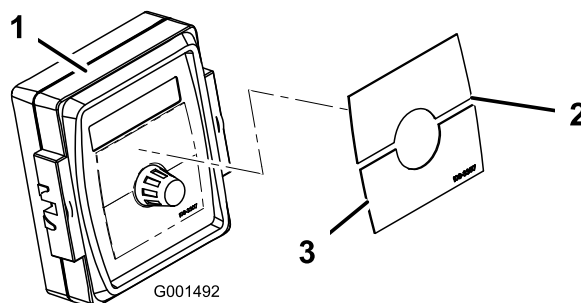

Bild 4
1. Montieren Sie das Spray Pro-Schild auf dem Steuergerät (Bild 4).